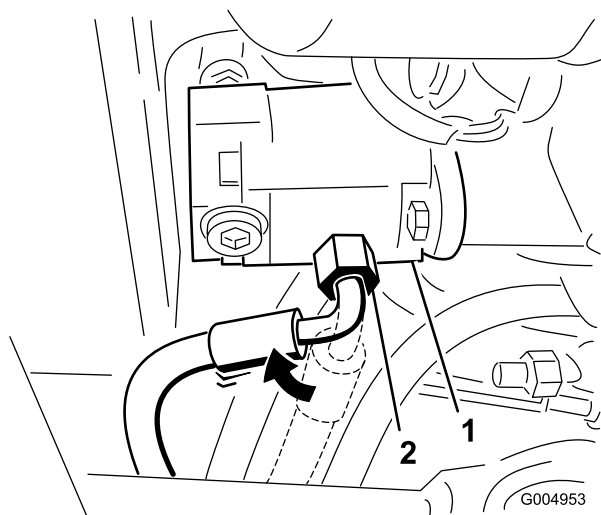

Figure 43
3. Desserrez le raccord du flexible de pression sur la pompe et tournez-le de 45 degrés vers l'avant de la machine (Figure 43).
Remarque: La Figure 43 est une vue de sous le groupe de déplacement.